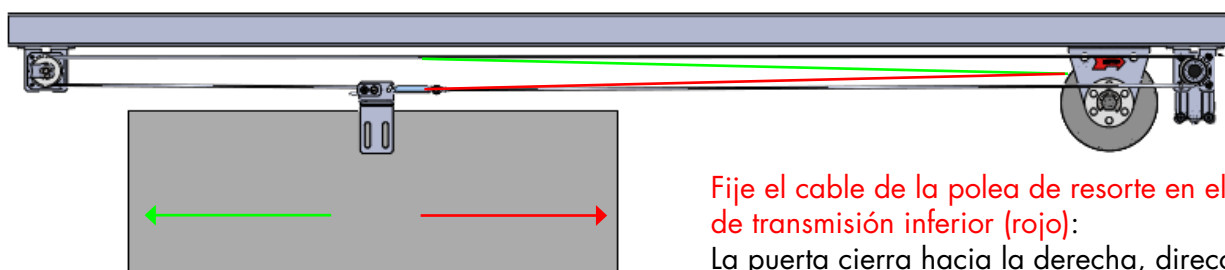
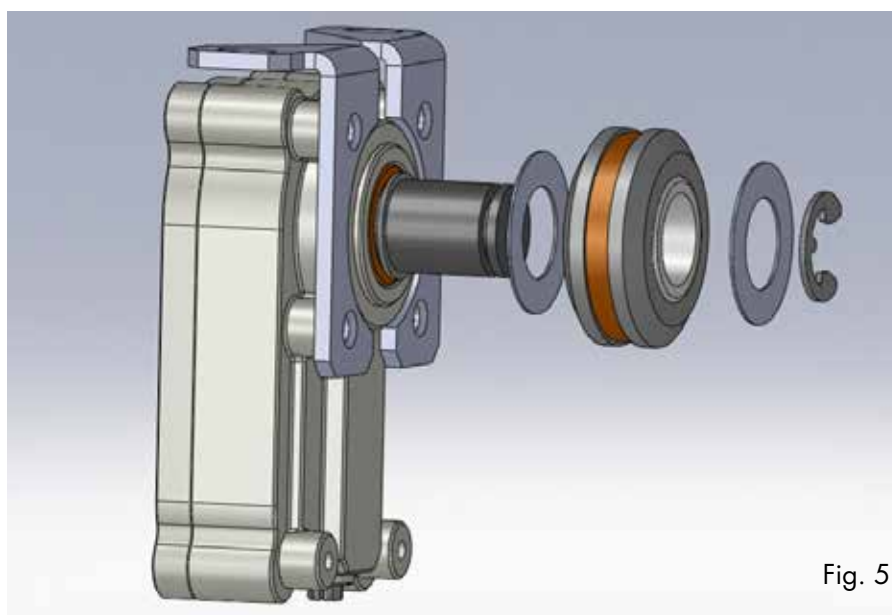

Fig. 2a
Fig. 5
- Una vez elegido el sentido de amortiguación (= sentido de rotación del amortiguador al cerrar), fije la polea según la fig. 5 en el eje del amortiguador radial. Véase también las fig. 2a y 2b.
Otra posibilidad es el montaje en la pared o el techo. Habitualmente la polea de resorte y el amortiguador radial se montan uno al lado del otro (véase fig. 2a y 2b del punto C1).
Según el tipo de montaje (Fig. 2a y 2b), el cable Kevlar se fija directamente en la puerta, en el carro de la puerta o en el cable de transmisión. La fijación en el cable de transmisión debe ser de manera que la longitud del cable Kevlar baste para la anchura de la puerta y con el pretensado necesario del resorte la puerta pueda quedar cerrada o abierta completamente. Para la fijación utilice el amarra cables incluido (ver Fig. 9).